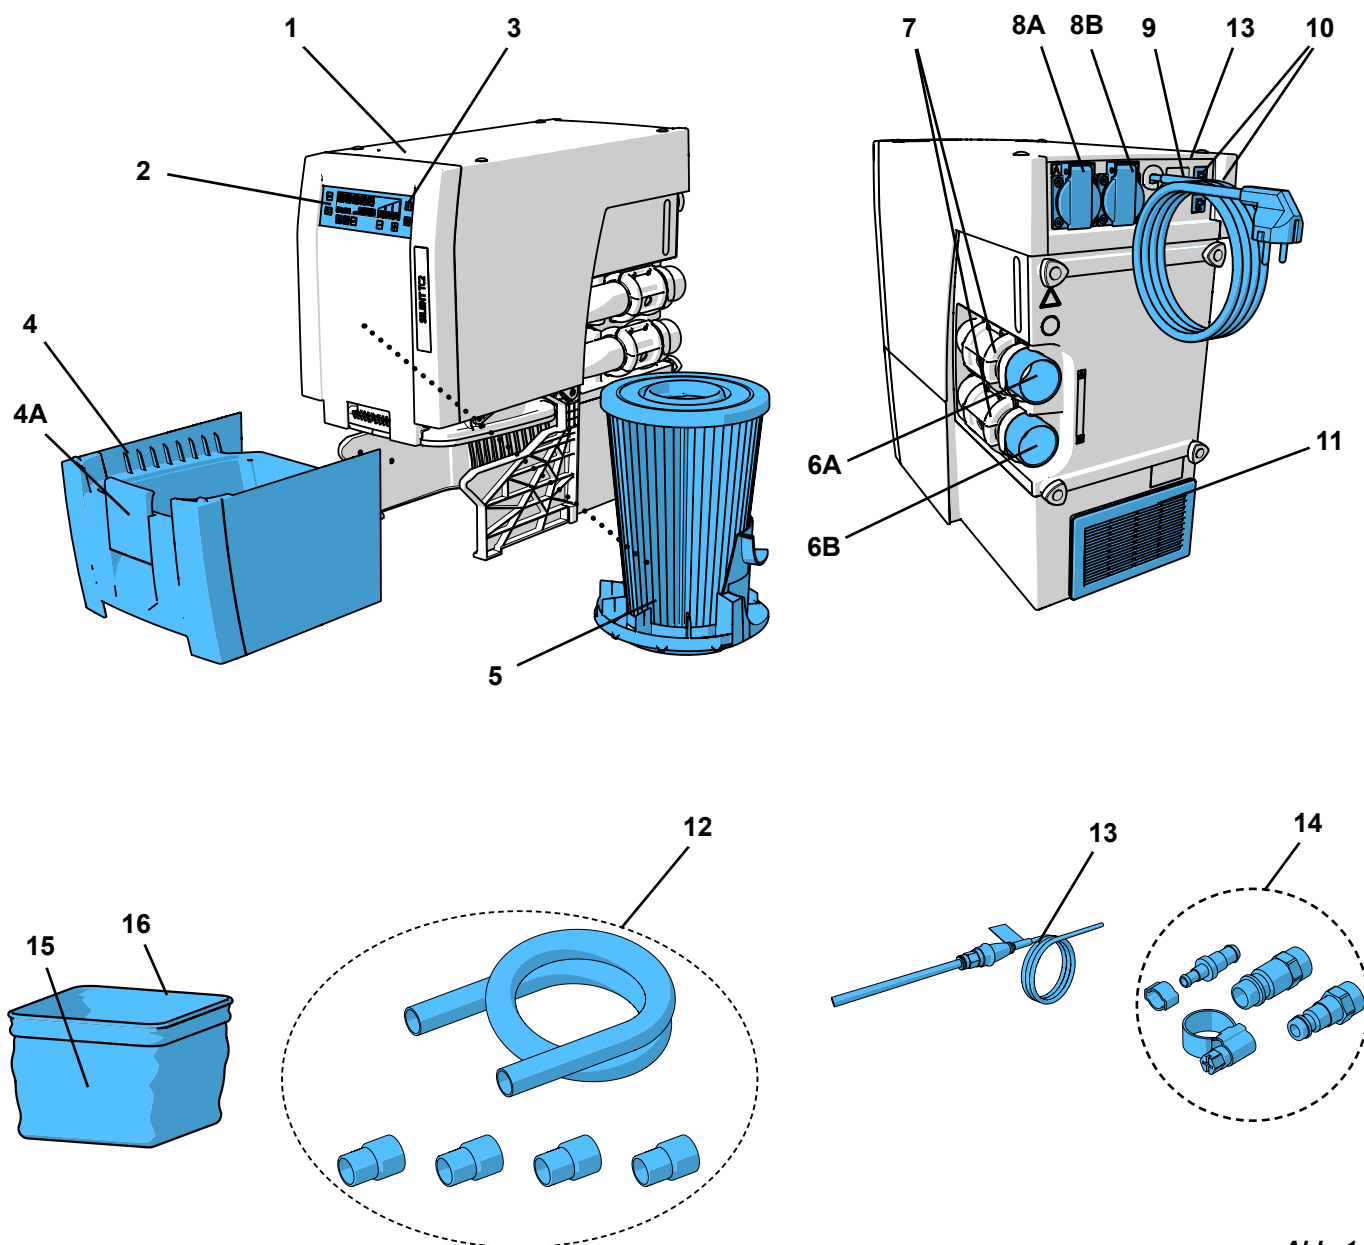

Abb. 1
- der Abluftaustritt (11, Abb. 1) nicht behindert wird.
- Externe Ablufführung (A) (siehe Kap. 4.7).
- Öffnung in Schrankrückwand (B), min. 250 x 120 mm, direkt gegenüber dem Abluftaustritt (11, Abb. 1).
- Rückwand des Schanks entfernen (C), Abstand der Schrankrückseite zur Wand min. 50 mm.
- ⇒ Netzkabel (9, Abb. 1) entrollen und Netzstecker in Steckdose der Gebäudeinstallation einstecken.
- ⇒ Passende Schlauchkupplung aus beiliegendem Anschlusset (14, Abb. 1) auswählen und am Schlauch anbringen.